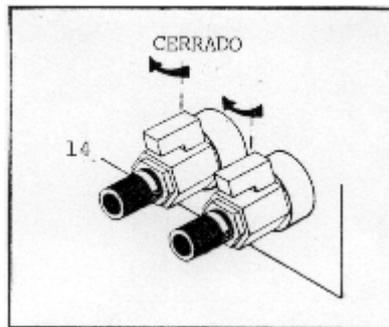

Fig. 6
## VALVULAS DE RIEGO DE RODILLO (14) FIG. 6